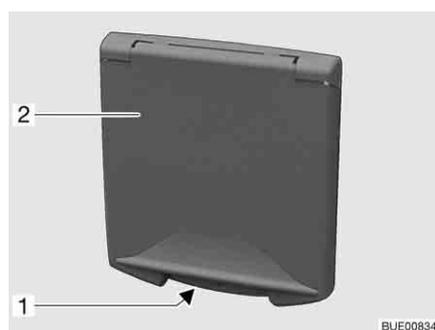

Fig. 37 Portillon pour le raccordement 230 V
- Dans la poignée encastrée (Fig. 37,1), saisir le portillon extérieur (Fig. 37,2) et le faire basculer vers le haut.